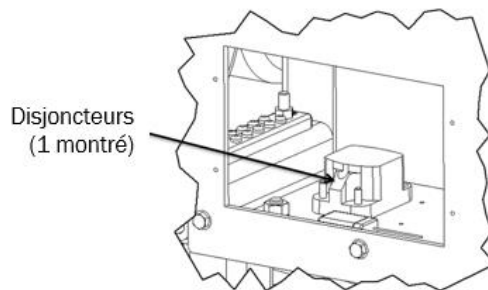

Figure 7 : Allumer les disjoncteurs
5. Allumez tous les disjoncteurs (jusqu'à quatre, selon le modèle et les options installées) (voir la Figure 7).